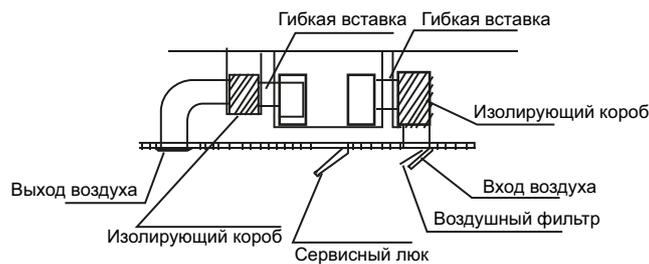

Рис. 5-7
- Рекомендуется следующая схема соединений воздуховодов(рис. 5.7):